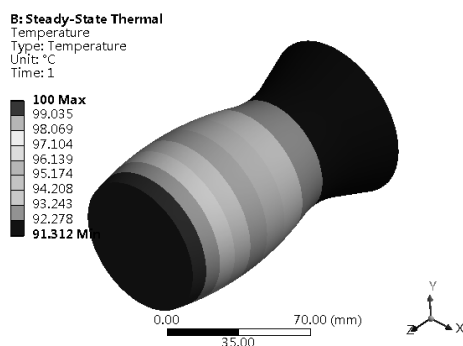

图 15-27 温度分布
Step4：选择 Outline（分析树）中 Solution（B6）下的 Temperature（温度）选项，如图 15-27 所示。